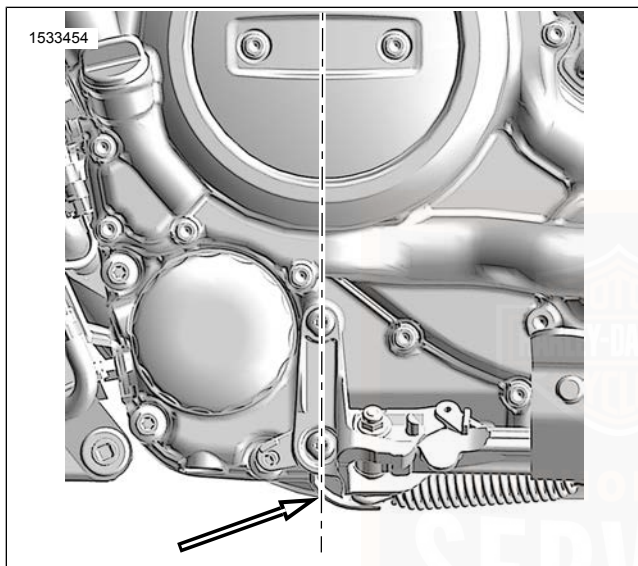

Abbildung 50. Mittellinie der Kurbelwelle
- *Siehe Abbildung 50. Beim Anheben des Motorrads von unten heben Sie es immer direkt unter der Mittellinie der Kurbelwelle an. Legen Sie Holz zwischen Motorrad und Hebevorrichtung.*